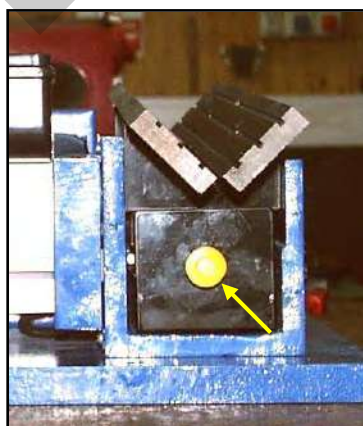

Figura 8 – Cassetto di raccordo della limatura.
**Quando svuotate il cassetto di raccolta della limatura (vedere la figura 8) fate attenzione, poiché dopo averlo sfilato completamente è possibile raggiungere la fresa attraverso l'apertura di inserimento del cassetto.**